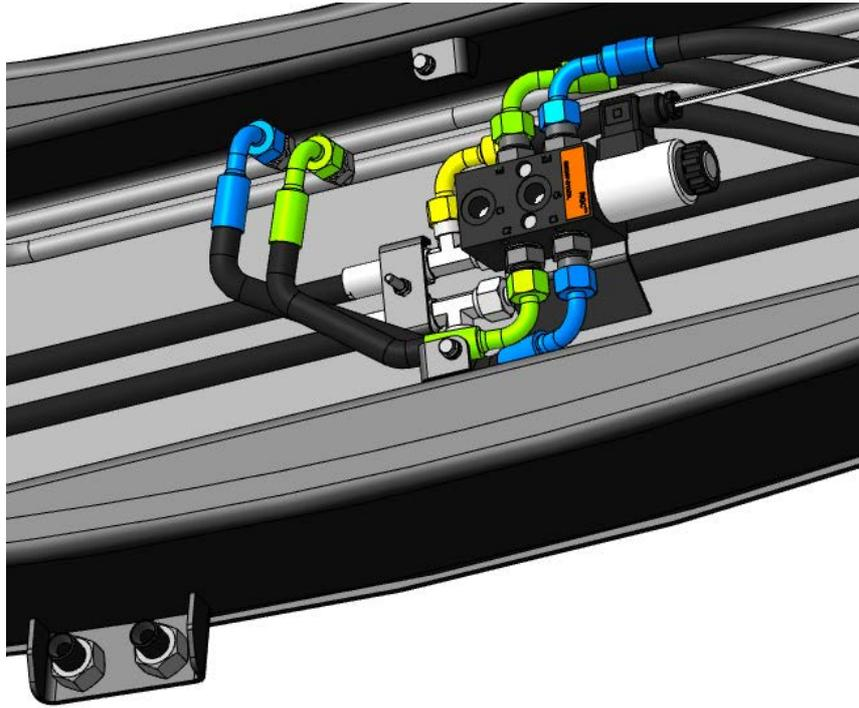

Рис. 2.10
2.2.3.4 Присоединить угловыми концами с гайкой M20x1,5 РВД питания гидроцилиндров разворота к адаптерам, установленным в порты С2, С3 дивертора (рис.2.10). Вторые концы рукавов, гайка M20x1,5, подключить к трубопроводам гидроцилиндров разворота согласно рис. 2.10.